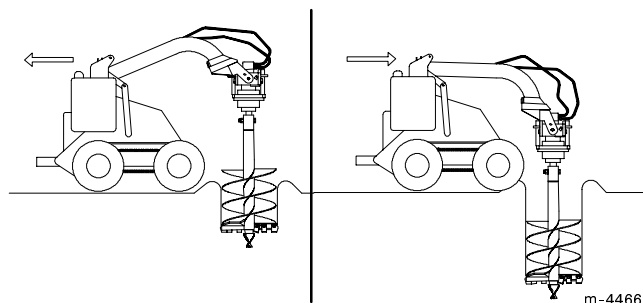

Figure 10
4. Descendre la tarière lentement au fur et à mesure du détachement de la terre. Lorsque la profondeur du trou augmente, déplacer légèrement l'unité de traction vers l'arrière, l'avant, la gauche ou la droite si nécessaire pour que le trou reste vertical (Fig. 10).